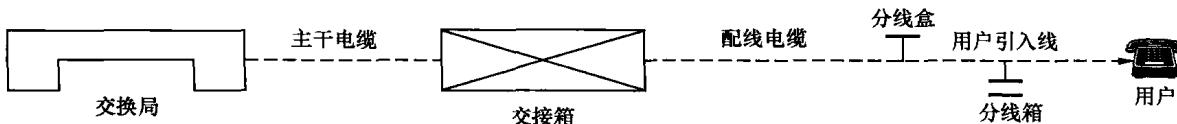

图 1-5 用户线路示意图
(2) 用户线路
① 用户线路内容: 从市话交换局的总配线架纵列起, 经电缆进线室、主干电缆、交接箱设备、配线电缆、分线设备(分线盒、分线箱)、用户引入线或经过楼内暗配线至用户电话机的线路称为用户线路, 如图 1-5 所示。